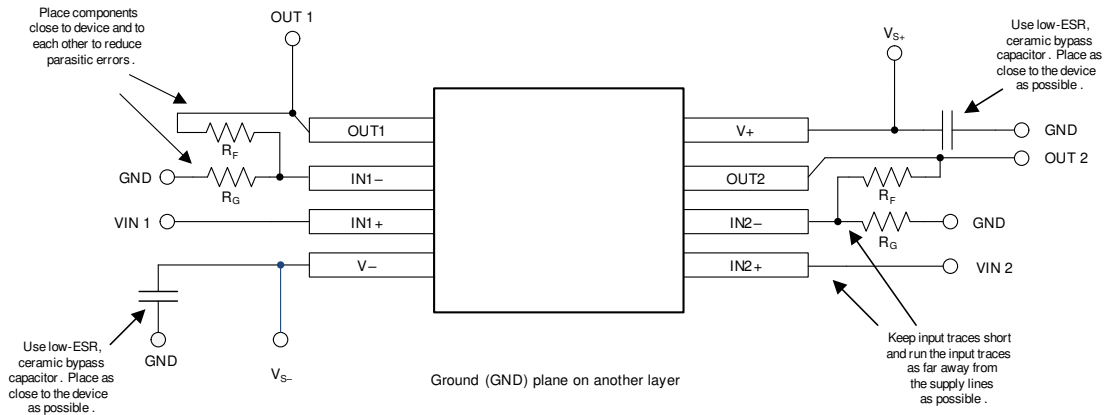

图 10-2. 布局示例
- 应尽可能靠近器件放置外部元件，如图 10-2 所示。使  $R_F$  和  $R_G$  接近反相输入可最大限度地减小寄生电容。